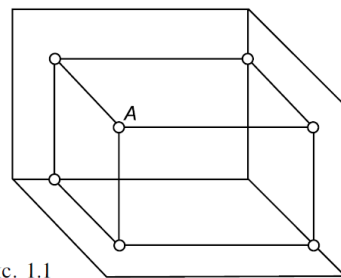

Рис. 1.1
1) На наглядном изображении (рис. 1.1) нанести обозначения плоскостей проекций, осей, проекции пространственной точки A и указать ее ординаты, $A(\dots, \dots, \dots)$.